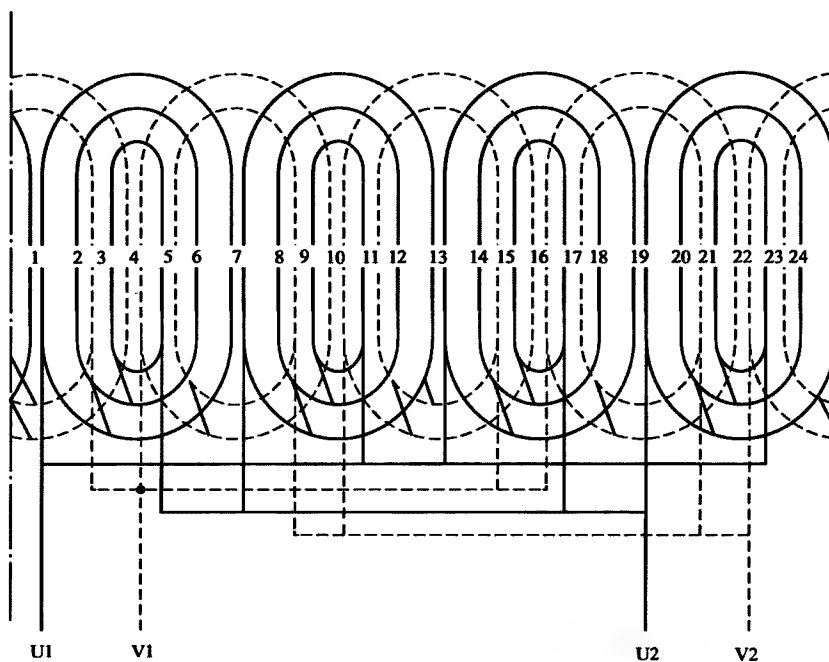

图 4-14 单相 4 极 24 槽正弦绕组 4 路接法展开图 (2)
14. 单相 4 极 24 槽正弦绕组 4 路接法展开图 (2) (见图 4-14)